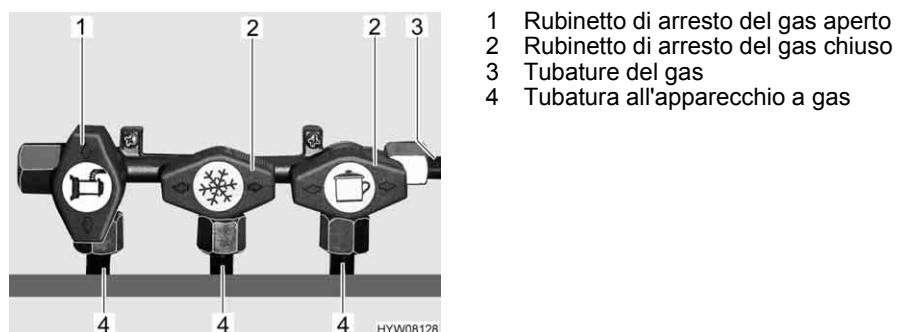

Fig. 36 Posizione dei rubinetti di arresto del gas (esempio)
- Posizionare il rubinetto di arresto del gas dell'apparecchio a gas corrispondente parallelamente (Fig. 36,1) alla tubatura (Fig. 36,4) che alimenta l'apparecchio a gas.
- Posizionare il rubinetto di arresto del gas dell'apparecchio a gas corrispondente trasversalmente (Fig. 36,2) alla tubatura (Fig. 36,4) che alimenta l'apparecchio a gas.